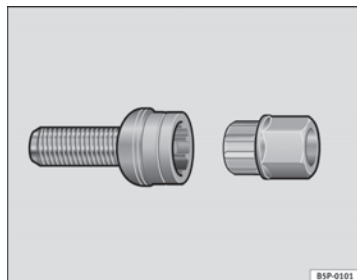

Fig. 161 Parafuso anti-roubo da roda
- Colocar totalmente o adaptador no parafuso anti-roubo da roda ⇒ **fig. 161.**